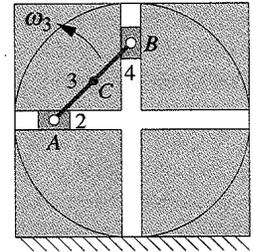

FIGURA P4-18 Compás de barra elíptica, problema 4-58
- †4-58 El compás de barra elíptica mostrado en la figura P4-18 debe ser impulsado al hacer girar el eslabón 3 una circunferencia completa. Derive expresiones analíticas para las posiciones de los puntos A , B y el punto C en el eslabón 3 a medio camino entre A y B en función de θ_3 y la longitud AB del eslabón 3. Use una ecuación de lazo vectorial. (*Sugerencia:* Coloque el origen global fuera del mecanismo, de preferencia abajo y a la izquierda y use un total de 5 vectores.) Codifique su solución en una calculadora de ecuaciones como *Mathcad*, *Matlab* o *TKSolver* para calcular y graficar la trayectoria del punto C con una revolución del eslabón 3.